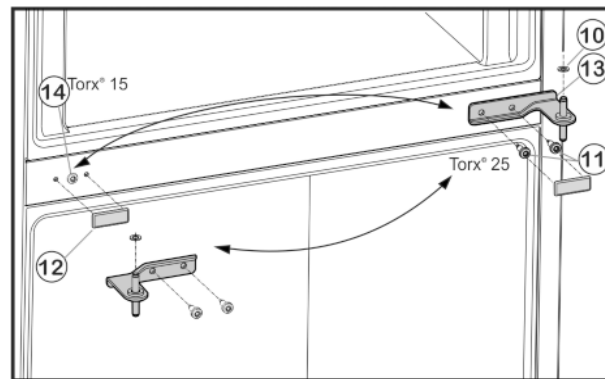

Fig. 5
- ▶ Bevestigingsbouten Fig. 5 (11) losschroeven (2 maal Torx® 25) en het middelste scharnierblok uit de onderste deur trekken.
- ▶ Kunststof ring Fig. 5 (10) verwijderen.
- ▶ Afdekking Fig. 5 (12) voorzichtig wegtrekken.
- ▶ Bevestigingsschroef Fig. 5 (14) losschroeven (1 keer Torx® 15) en terugplaatsen op de andere zijde.
- ▶ Afdekking Fig. 5 (12) terugplaatsen op de andere zijde.
- Middelste scharnierblok Fig. 5 (13) 180° gedraaid in de onderste deur plaatsen en met bevestigingsbouten Fig. 5 (11) (2 maal Torx® 25) op de nieuwe scharnierkant **stevig (met 4 Nm)** aandraaien.
- Kunststof ring Fig. 5 (10) weer aanbrengen.
- Bovenste deur op het middelste scharnierblok Fig. 5 (13) plaatsen.